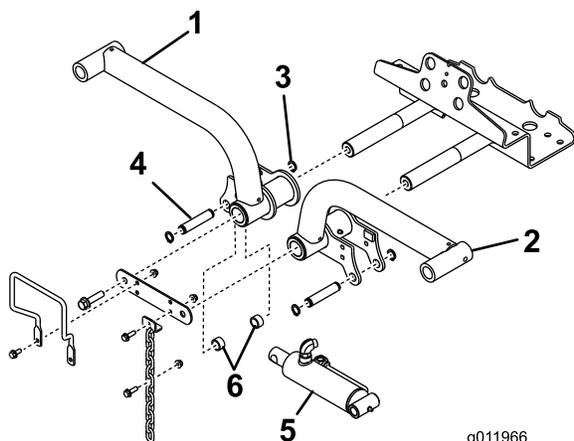

図 15
- 左右の昇降アームをそれぞれピボットシャフト 図 15 に差し込み、保管しておいたピボットシャフトリンクとキャップスクリューを取り付けて固定する。
- 昇降シリンダの右端を右昇降アームに連結するピン1本とスペース2個 図 15。リテーナリングで固定する。